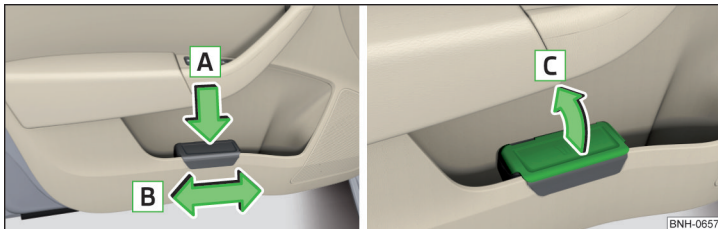

Fig. 86 Recipientul pentru reziduuri: introducerea sau deplasarea/deschiderea
- Împingeți recipientul pentru resturi în partea posterioară în sensul săgeții **A** » fig. 86.
➤ Scoateți recipientul pentru resturi în sens contrar săgeții **A** » fig. 86.
➤ Ridicați capacul în sensul săgeții **C** » fig. 86.